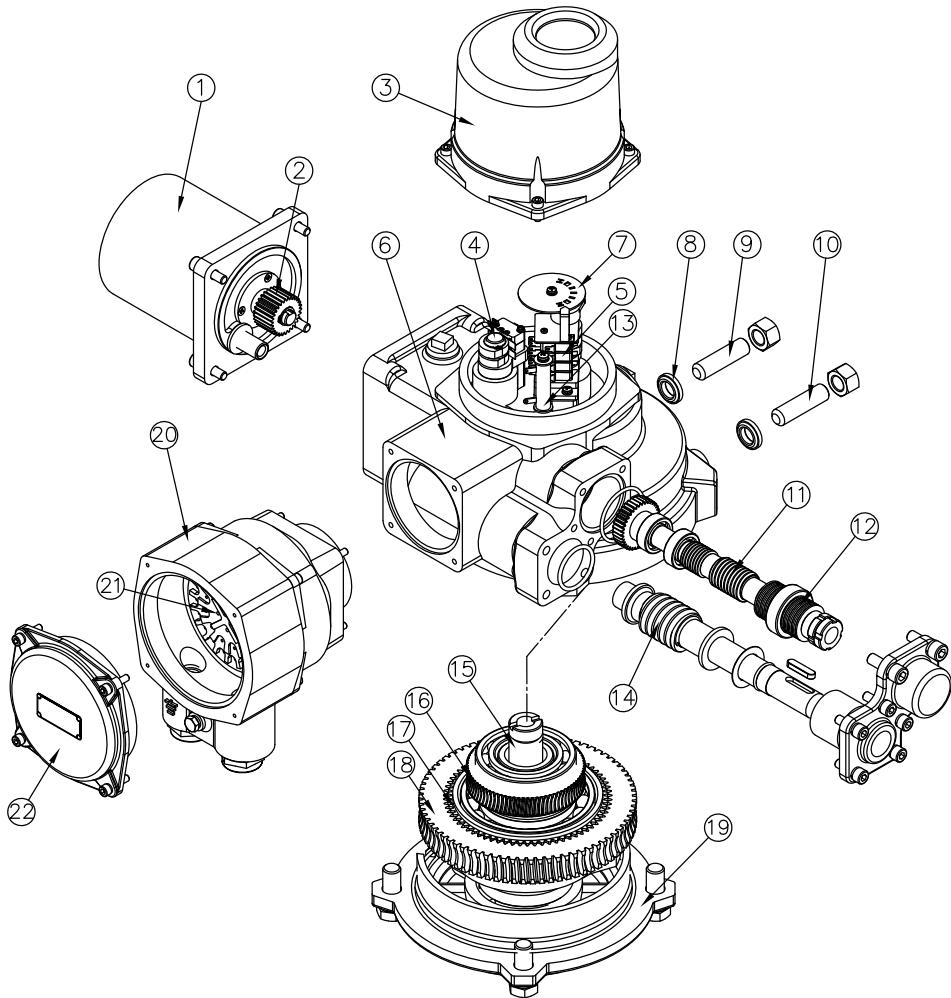
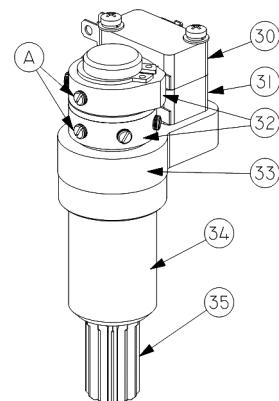
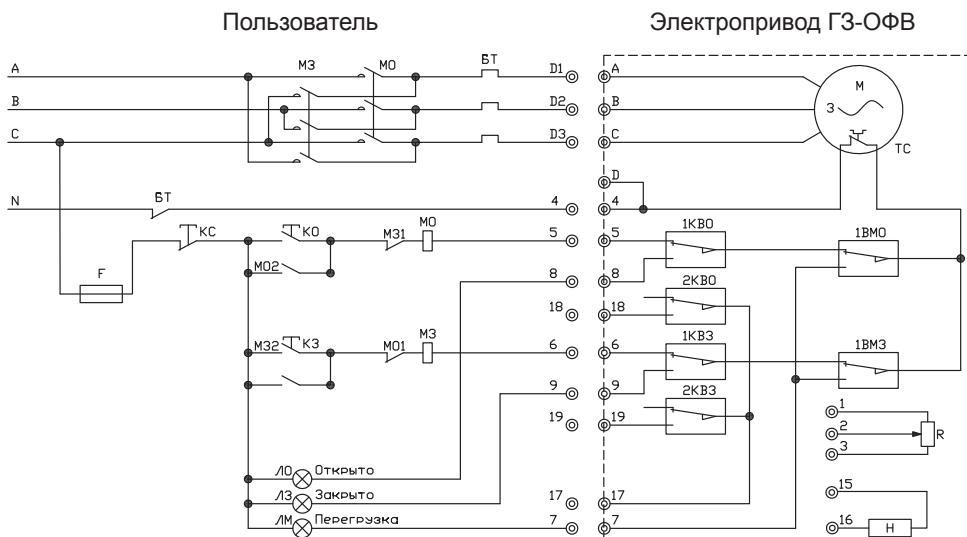

Рис.1 Электропривод ГЗ-ОВВ
Рис.3 Двухсторонняя муфта ограничения крутящего момента
Рис.4 Принципиальная электрическая схема подключения электропривода ГЗ-ОФВ.
Электропривод состоит из следующих узлов и деталей (рис.1): электродвигателя (1), взрывозащищенной клеммной коробки (20-22), силового редуктора, в состав которого входит: червячный редуктор (11,16), червячный редуктор маховика ручного дублера (14,18) и автоматическая муфта сцепления с планетарной передачей (17), двухсторонней муфты ограничения крутящего момента (моментной муфты) (4), ограничителя хода выходного вала (5), индикатора положения затвора арматуры (7), выходного вала (15), механических упоров открытия и закрытия (9,10) и корпусных деталей.
При достижении предварительно установленной величины крутящего момента в положении ЗАКРЫТО или ОТКРЫТО, либо в случае аварийного заклинивания штока затвора арматуры в промежуточном положении, выходной вал (15) (рис.1) с червячным колесом (16) останавливается, а червячный вал (11), ввинчиваясь в венец червячного колеса (16), вследствие продолжающегося вращения ротора электродвигателя, начинает перемещаться в осевом направлении, сжимая тарельчатые пружины (12). Величина сжатия тарельчатых пружин определена настроенным крутящим моментом моментной муфты. Поступательное движение червячного вала (11) приводит к вращению вала моментной муфты (34) (рис.3). Кулачки (32), расположенные на валу моментной муфты, нажимают кнопки муфтовых микровыключателей (30, 31), размыкая цепь управления питанием электродвигателя электропривода.
Механические упоры (9,10) (рис. 1) применяются для первоначальной настройки конечных положений затвора арматуры ОТКРЫТО и ЗАКРЫТО при ручном управлении. Они также являются аварийной защитой, в случае отказа конечных и муфтовых микровыключателей, электродвигатель отключится блоком тепловой защиты БТ (рис. 4).
3. ЭЛЕКТРИЧЕСКАЯ СХЕМА УПРАВЛЕНИЯ (рис.4)
Для управления электроприводом ГЗ-ОФВ применяется электрическая схема, приведенная на рис.4. При достижении затвором арматуры конечных положений ОТКРЫТО или ЗАКРЫТО, срабатывают концевые микровыключатели 1KBO или 1KB3, отключая питание электродвигателя. При превышении установленного крутящего момента при открытии или закрытии затвора арматуры, срабатывают муфтовые микровыключатели 1BMO и 1BM3, отключая питание электродвигателя. Муфтовые микровыключатели 1BMO и 1BM3 после срабатывания возвращаются в первоначальное положение при вращении вала в обратную сторону.